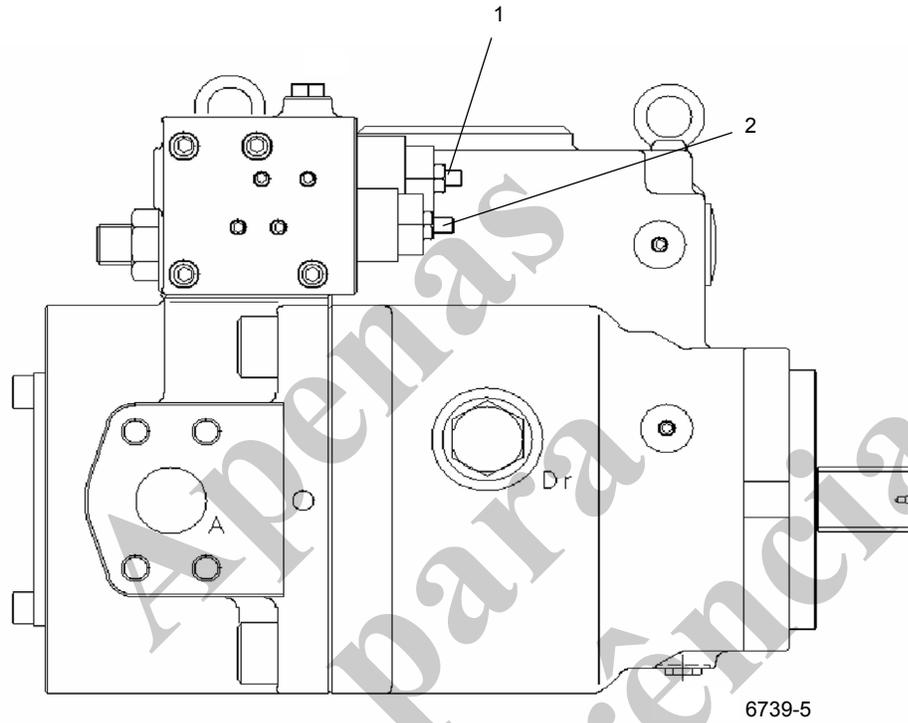

FIGURA 2-13
- Com o motor desligado, descarte todo o óleo pressurizado armazenado nos acumuladores pressionando o pedal do freio de serviço no piso da cabine 4 a 6 vezes. Remova a proteção e a tampa da válvula de gás no acumulador (Figura 2-13).
- Antes de conectar o conjunto de carga de gás (Figura 2-13) na válvula de gás, gire a alavanca em "T" do regulador de pressão para gases totalmente para fora (sentido anti-horário).
6. Se a pressão for 5,5 + 0,4, - 0 MPa (800 + 50, - 0 psi), remova o conjunto da válvula de carga girando a alavanca em "T" totalmente para fora no regulador de pressão para gases e abra a válvula de sangria (Figura 2-13).